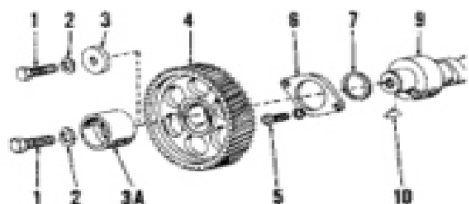

Fig. 77-Drawing showing assembly of camshaft gear to camshaft. Flat washer (3) is used on diesel engines; fuel pump eccentric (3A) is used on gasoline engines.
Controleer versnellingsbak tanden voor slijtage van score inspect aandrijfsleutel (10), drukplaat (6) en afstandsstuk (7) en vernieuw indien beschadigd. Om de uitrusting opnieuw te installeren, installeert u eerst het afstandsstuk, drukplaat en aandrijf sleutel en installeer vervolgens tandwiel, wasmachine of benzinepomp excentriek, borgring en tandwielrem borgschroef. Draai de dop vast schroef met een koppel van 40-45 Ft.-Lbs. 84. CAMSHAFT GEAR. Om het nokkenastandwiel te verwijderen, moet de dopschroef (1 — Fig. 77), borgring (2) en sluitring opnieuw worden vastgezet (3) op dieselmodellen of brandstofpomp eccentric (3A) op benzinemodellen; trek vervolgens het tandwiel van de as. De versnelling moet met de hand op de as passen. Met verwijderd tandwiel dieselmodellen, zie paragraaf 157. Raadpleeg voor benzine modellen paragraaf 167 voor informatie over distributie- utor aandrijfseenheid en gouverneur. 85. KRUKAS GEAR. Als niet verwijderd met distributiedeksel en afdichting assemblage, schuif het afstandsstuk (5 — Fig. 78) van krukas; vervolgens met reinaver-replacer (Nuday-tool nr. SW-501) en plaats (Nuday-tool nr. SW-501-1) of equivalent lool, trek aan de versnelling van krukas; Inspecteer de versnelling en krukaspoele aandrijf sleutel (3) en vernieuw indien beschadigd. Om de uitrusting opnieuw te installeren, moet u eerst met de sleutel rijden (3) in de spiebaan van de krukas tot deze volledig is zitten en installeer vervolgens het tandwiel met timingmarkering naar buiten met remover- vervang gereed schap zoals gebruikt bij verwijdering proces procedure, of duw het tandwiel met een bout op de as schroefdraad in voorste uiteinde van krukas en met behulp van moer, grote ring en een mouw, 86. BRAND STOF INJECTIE POMP OF DISTRIBUTEUR AAN DRIJVING. Voor merken; kleine bramen kunnen worden verwijderd met fijne arborundumsteen. Om het aandrijfwiél van de nokkenas opnieuw te installeren, draait u de krukas zo dat zuiger nr. 1 zich in het bovenste dode punt van de compressieslag bevindt en draait u het aandrijfwiél van de nokken as en de brandstofinjectiepomp of distribueert u zet het aandrijf tandwiel zodanig dat de merktekens naar het midden van de locatie van het nokken astandwiel wijzen. Plaats het nokken astandwiel in de andere drie versnel- lingen zodat alle timing markeringen zijn uitgelijnd zoals weergegeven in Afb. 76, installeer vervolgens de adapter (as) en draai de zelf borgende kolomschroef vast met een koppel van 100-105 Fe-Lbs . Nokkenas en lagers Alle modellen 87. Om de nokkenas te verwijderen, eerst verwijderen motor zoals beschreven in paragraaf 66 en distributiedeksel zoals beschreven in para- grafiek 78. Op benzinemotoren en verder diesel motoren met vroeg vattpe klepstoters, verwijder cilinder kop zoals in paragraaf 68 „ til dan de klepstoters op (cam volgers) van openingen in de bovenkant van cilinderblok met een magneet. Op diesel